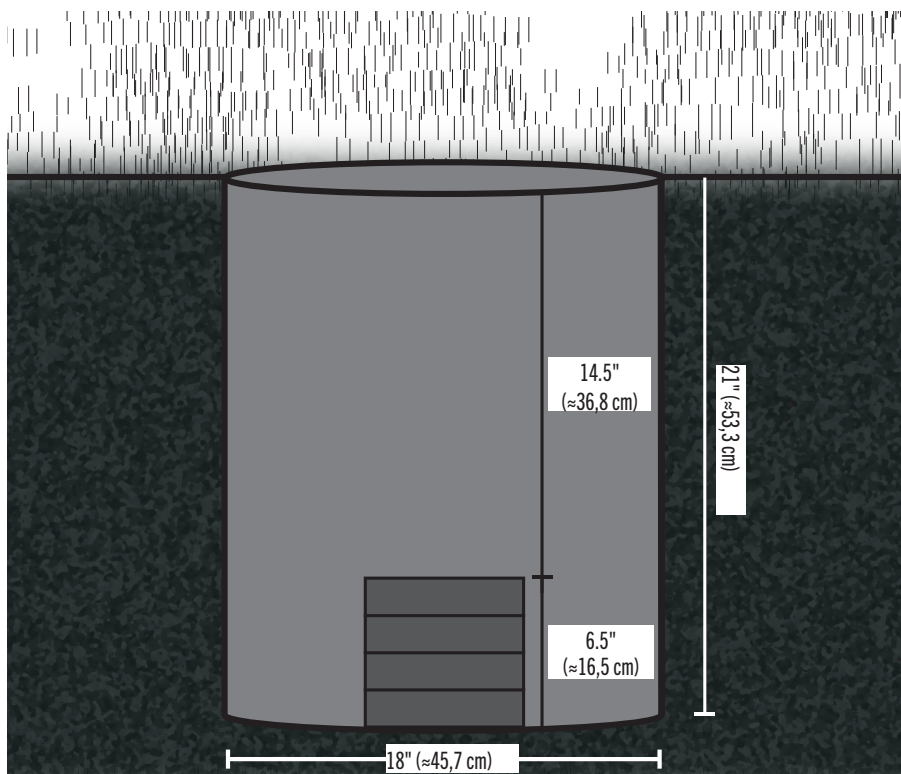
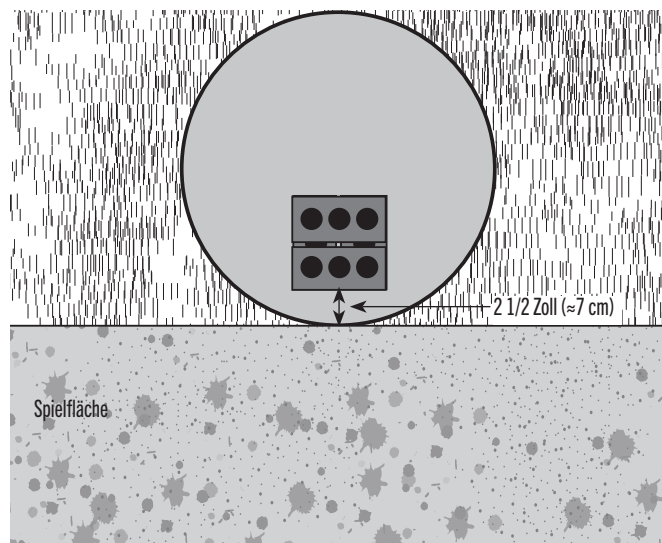

Abb. 1
Abb. 2
- Stapeln Sie Ziegelsteine oder Terrassenplatten in das Loch, sodass die Oberkante des Stapels einen Abstand von 6,5 Zoll ($\approx 16,5$ cm) zur Lochsohle aufweist (Abb. 1). Der Rand der Ziegelsteine sollte etwa 2 1/2 Zoll (≈ 7 cm) von der Spielfläche entfernt sein (Abb. 2).